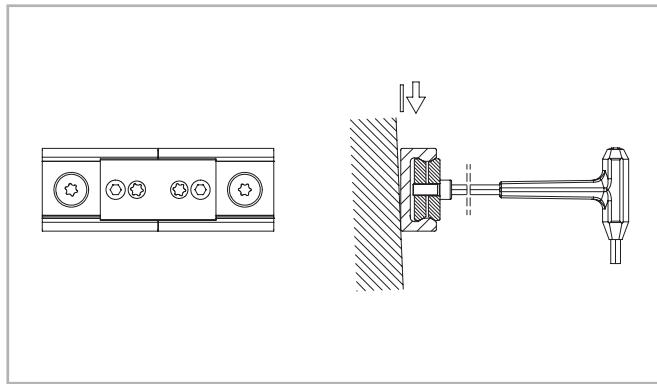

图 81
- (3) 在滑轨上使用矫直设备, 直到滑轨被校正, 一起拧紧螺栓 (见图81)。
(4) 在步骤3之后, 必须确认滑轨的安装面也就是滑轨和安装面接触的地方是否有空隙, 如果有空隙请用垫片塞紧。